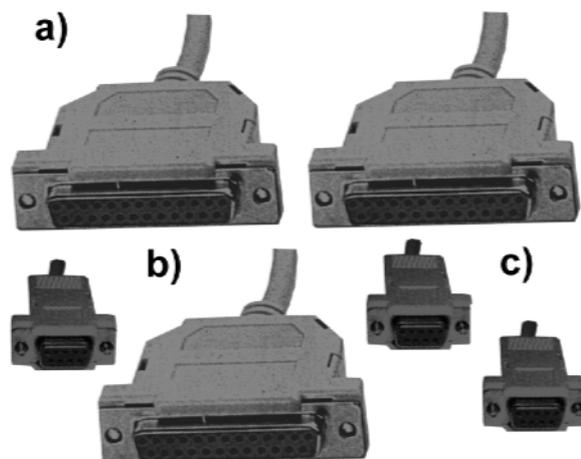

Abbildung 8.12 Nullmodemkabel (Linkkabel)
2. Dateneneinrichtung mit Dateneneinrichtung (DTE-DTE-Verbindung, Nullmodemkabel; Abbildung 8.12).
Erklärung zu Abb. 8.12: